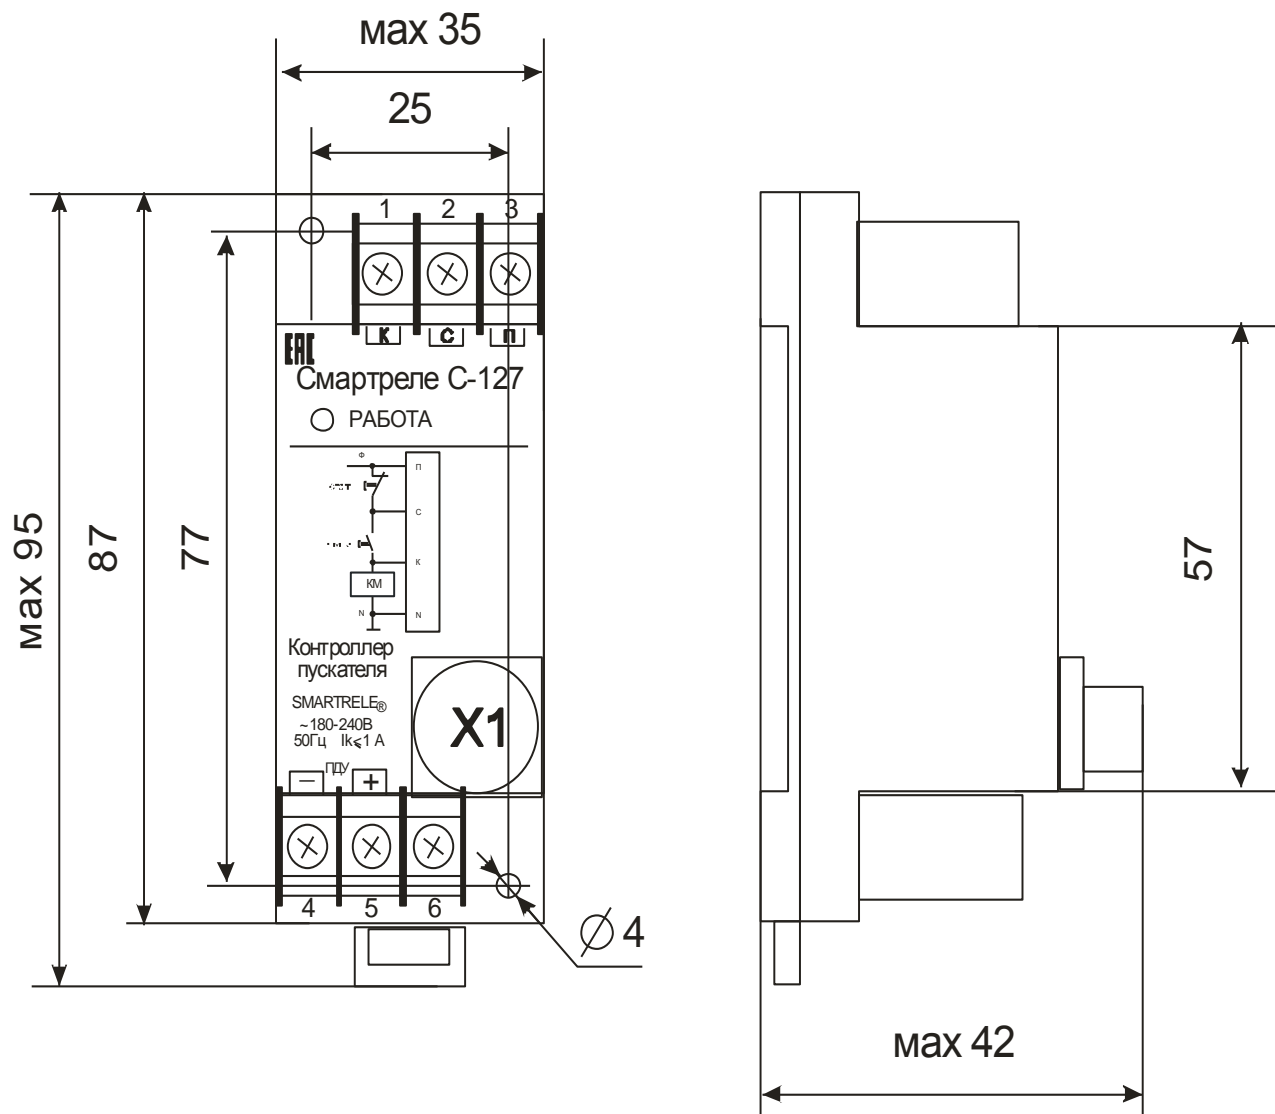

Рисунок 1- внешний вид, габаритные и установочные размеры Смартреле C-127
5.1 Внешний вид габаритные и установочные размеры контроллера показаны на рис.1.